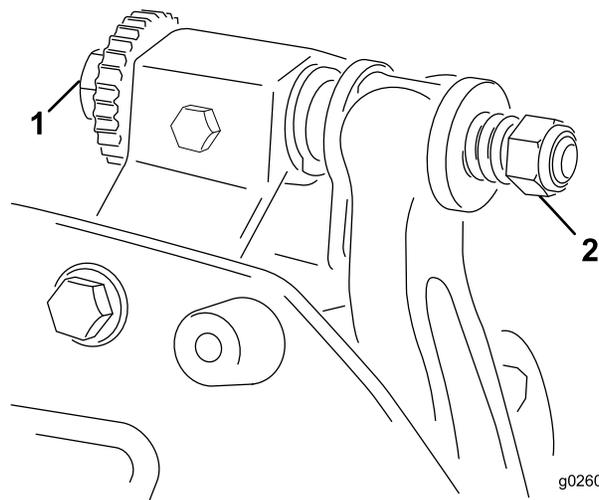

図 4
- A. ベッドバー調節ねじ(図4)を1クリックずつ均等に締めながら、ごく軽い接触が得られるようにする。